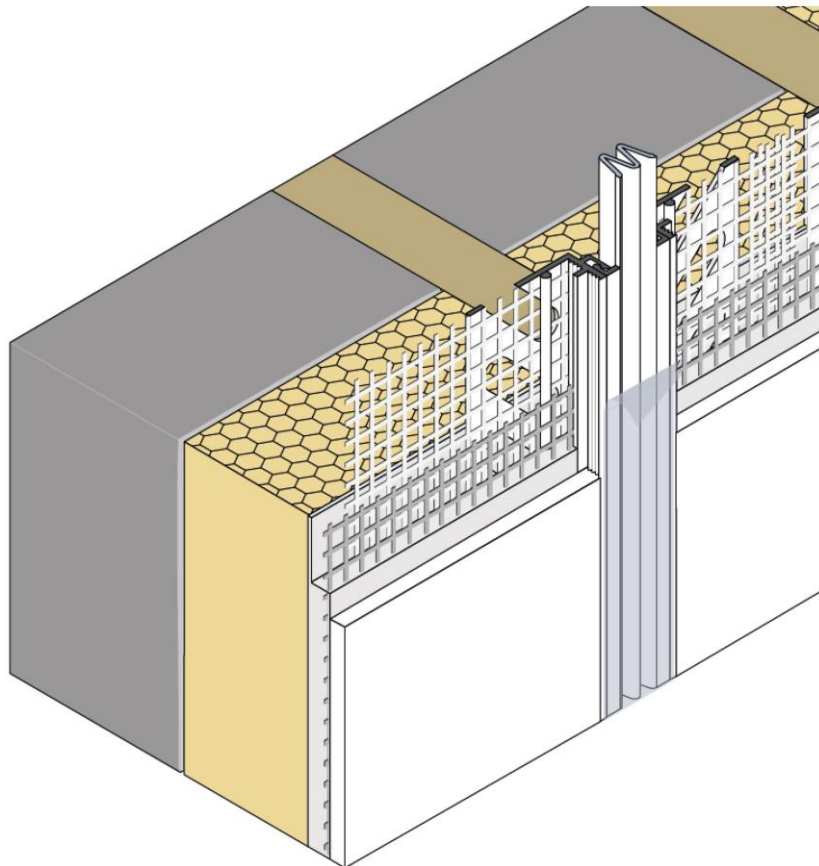

Abb. 2: StoProfile Move V 2 - Einbau in der Fläche
2. Das erste Profil so ausrichten, dass der einseitige Überstand des gefalteten Mittelteils nach oben zeigt. Siehe Abbildung 2.
Bewegungsaufnahme beim Einbau in der Fläche, Abbildung 2: